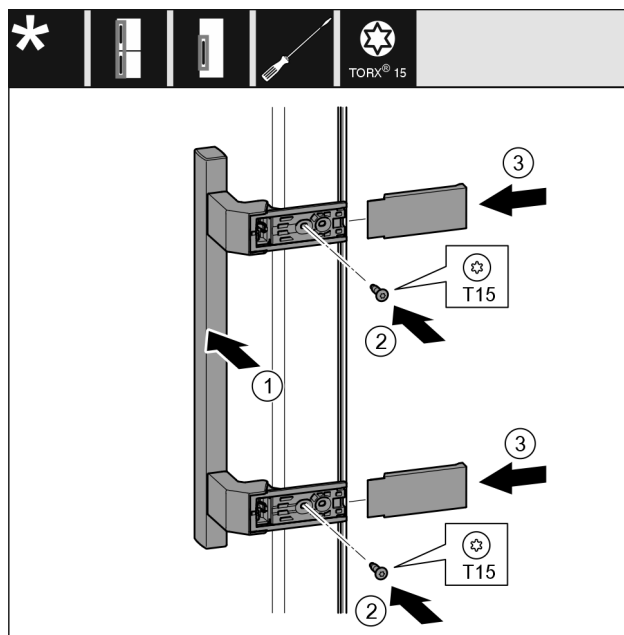

Fig. 23
- ▶ Helyezze fel a fogantyút Fig. 23 (1) a másik oldalra.
- ▶ Húzza meg a csavarokat Fig. 23 (2) csavarhúzóval.
- ▶ Helyezze fel a fedelet Fig. 23 (3) oldalra, és tolja fel őket.